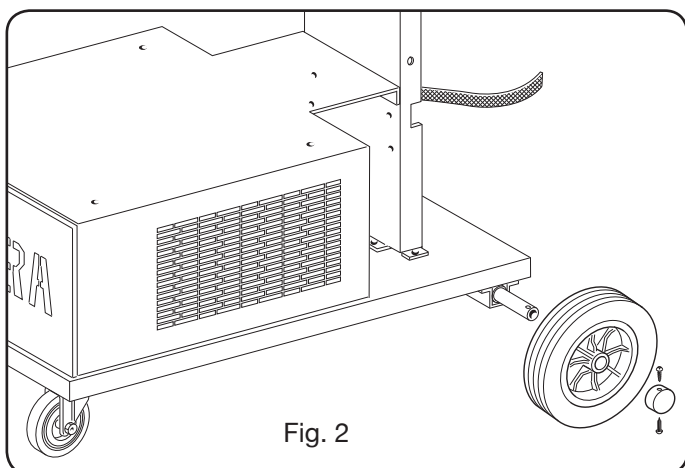

Fig. 2
- I alle generatorer er det nødvendigt at montere de to bagerste hjul ved forinden at have sat hjulakslen i (fig. 2).